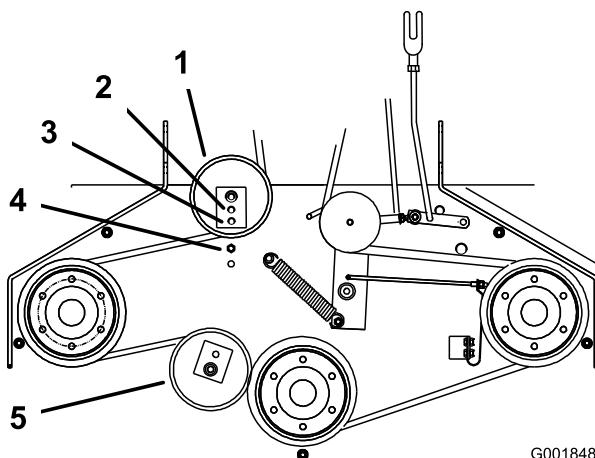

Figura 54
6. Si no es posible ajustar más el tensor y la correa todavía está floja, será necesario cambiar la polea tensora trasera al taladro central o delantero (Figura 54). Utilice el taladro que permita el ajuste correcto.
7. Cuando se cambia de posición la polea tensora, será necesario cambiar también la guía de la correa. Mueva la guía de la correa a la posición delantera (Figura 54).